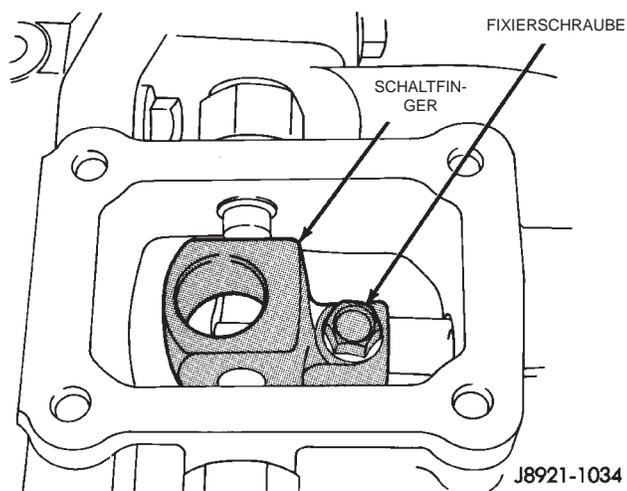

Abb. 23 Fixierschraube des Schaltfingers ausbauen
(10) Die Fixierschraube des Schaltfingers lösen (Abb. 23).